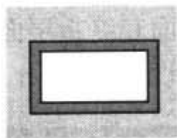
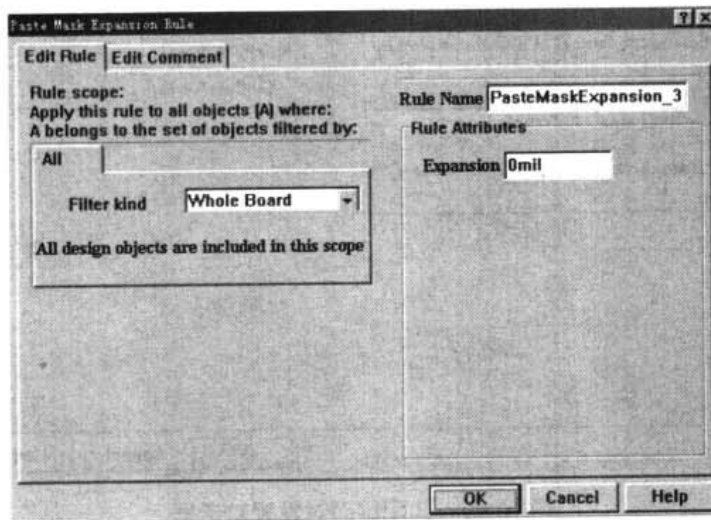

图 10-101 锡膏防护的形状
图 10-102 Paste Mask Expansion Rule (锡膏延伸度) 设置对话框
- **Paste Mask Expansion:** 锡膏延伸度。在锡膏防护层上焊盘位置处的锡膏形状，就是焊盘的形状，如图 10-101 所示。该规则是设置锡膏的径向延伸度。Paste Mask Expansion Rule 设置对话框，即如图 10-102 所示。可在 Expansion 处，输入设置值。